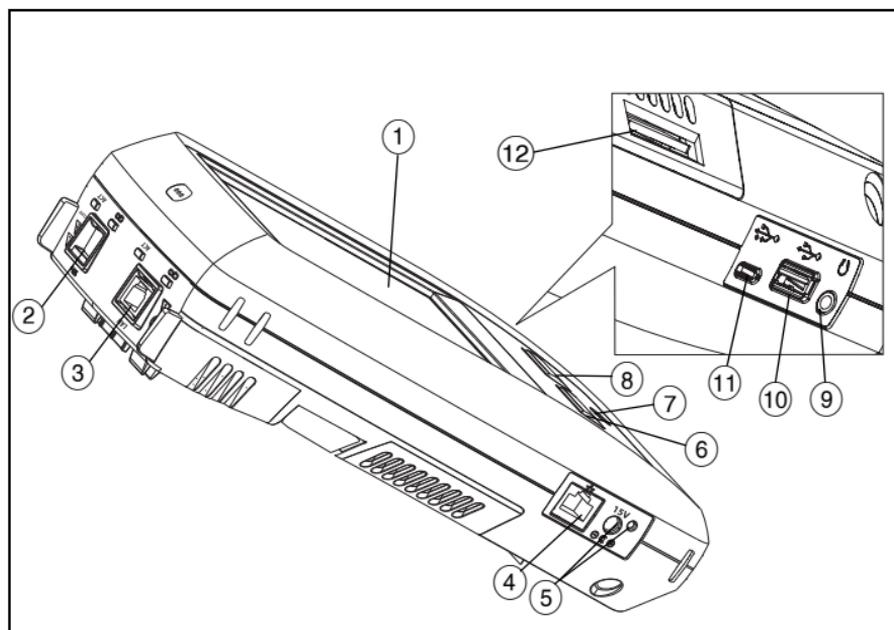

Figure 1. コネクタ、キー、LED
テスト対象のネットワークをポート (図 1 の項目 ② または ③) に接続します。銅線ケーブルの場合は RJ45 Ethernet ジャックを使用し、ファイバー・ケーブルの場合は SFP+ レセプタクルに挿入された SFP+ を使用します。